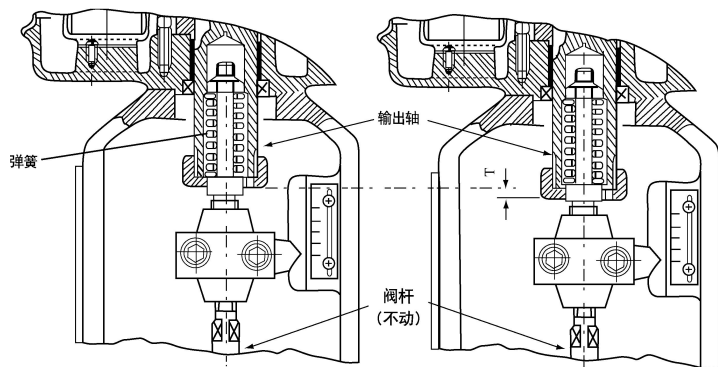

图9
• 当状态开关设定为“正动作”时,(即随着输入信号的增大,输出轴向下运动),将输入信号慢慢增大,当输入信号处于 $20\text{mA}$ 时,确认阀杆不动,即阀芯被关闭,继续将输入信号慢慢增大,使得输出轴内的弹簧被压缩,当输出轴下降约 $T=1\text{mm}$ 时(见图9),调整并紧固好内侧限位凸轮,时,执行器达到额定输出力。
• 当状态开关设定为“反动作状态”时,(即随着输入信号的减小,输出轴向下运动),将输入信号慢慢减小,当输入信号处于 $4\text{mA}$ 时,确认阀杆不动,即阀芯被关闭,继续输入信号慢慢减小,使得输出轴内的弹簧被压缩,当输出轴下降约 $T=1\text{mm}$ 时(见图9),固好内侧限位凸轮,使限位开关动作,输出轴停止向下运动,即设计保证 $T=1\text{mm}$ 器达到额定输出力。